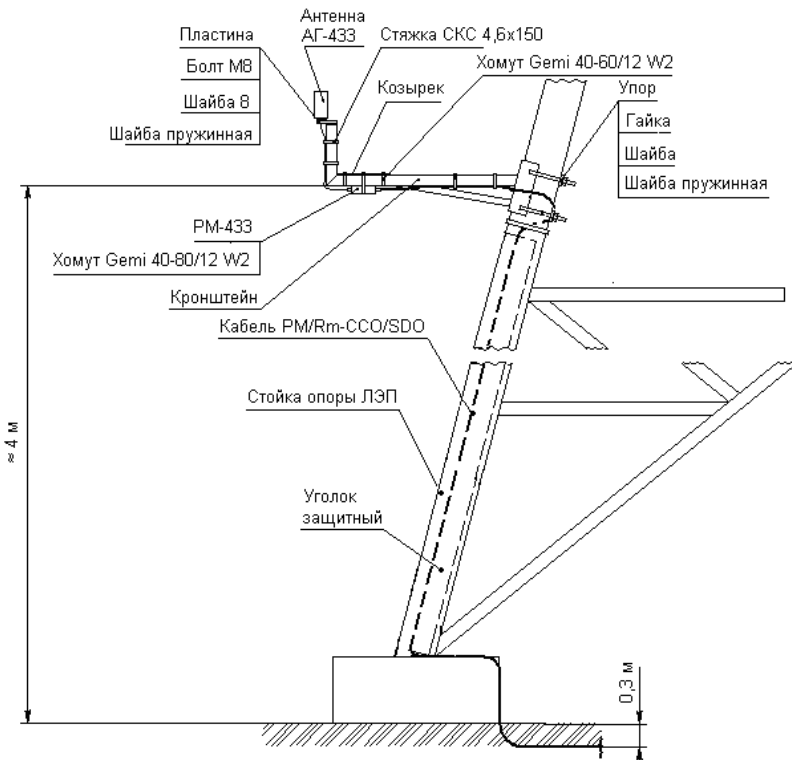

Рисунок 3.12 - Крепление кронштейна на опоре ЛЭП
- установить на кронштейн пластину, рисунок 3.12, при помощи крепежа;